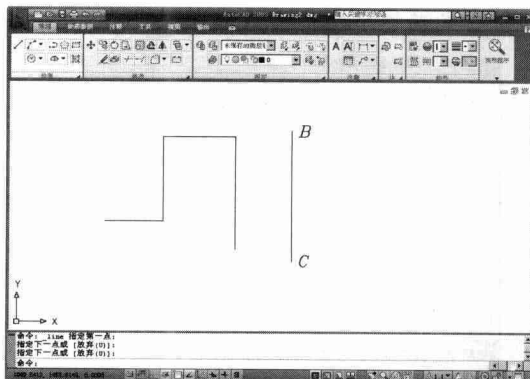

图1-5 绘制线段 BC
- 按 **Enter** 键重复画线命令, 绘制线段 BC, 如图 1-5 所示。